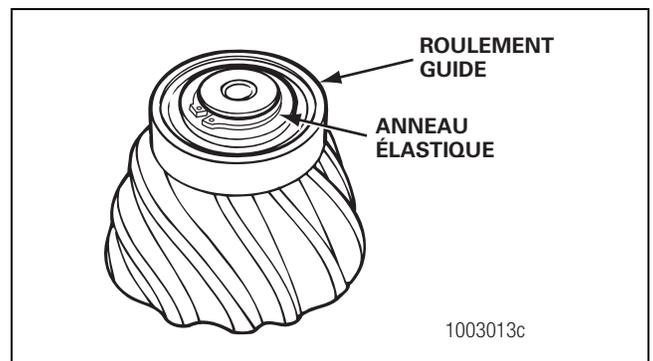

Figure 3.31
8. Retirer l'anneau élastique (selon l'équipement) à l'extrémité du pignon d'attaque à l'aide d'une pince pour anneau élastique (pour arbres). Figure 3.31.